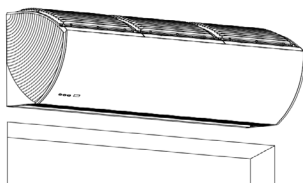

Imagen 3: Fije la cortina de aire
3. Fije la cortina de aire coloque la cortina de aire en el soporte del chasis y fjela con tornillos (Imagen 3).